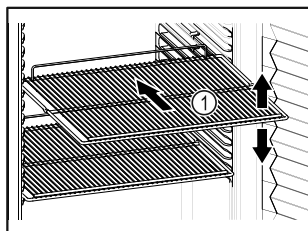

Fig. 40 Príklad zobrazenia
- ❑ Ak sa dajú odkladacie rošty Fig. 40 (1) premiestniť, prispôbte výšku.